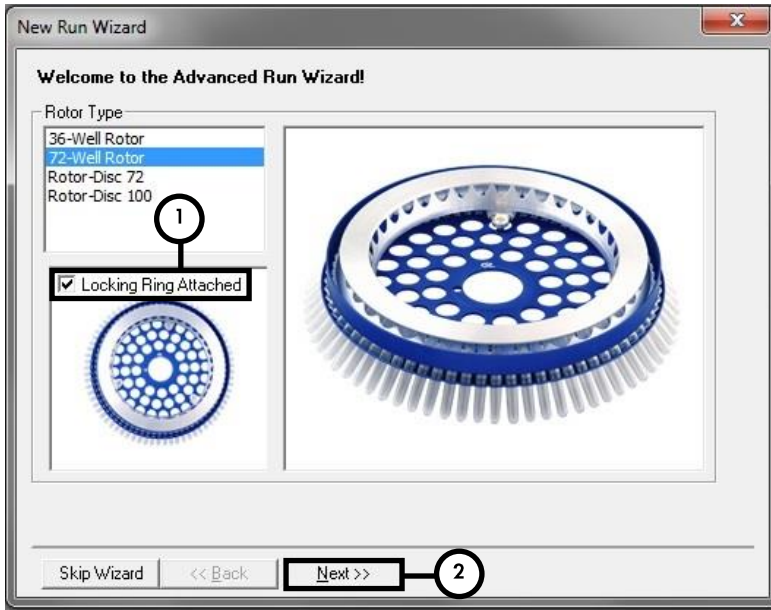

Figura 2. Cuadro de diálogo New Run Wizard.
7. En el siguiente cuadro de diálogo **New Run Wizard** (figura 2), marque la casilla **Locking Ring Attached** (Anillo de bloqueo acoplado) y haga clic en **Next**.